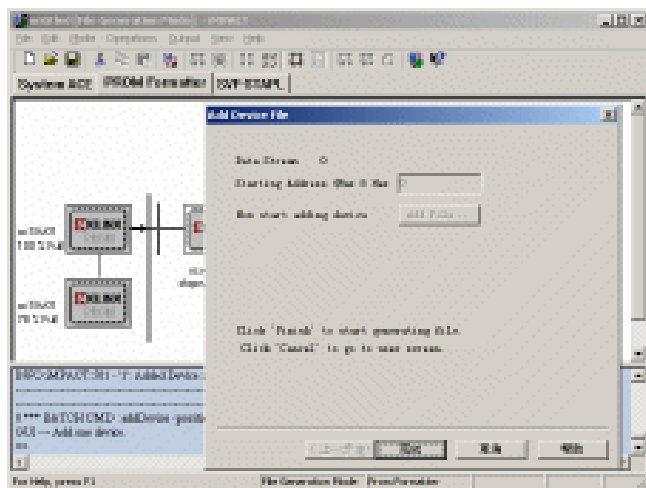

图7-19 显示配置信息
8. 如果边界扫描链中有多个 FPGA/CPLD，可以单击 **是(Y)** 按钮，继续添加 BIT 或 RBT 文件。设计文件添加完成后，单击 **否(N)** 按钮，出现图 7-19 所示的对话框，其中显示了部分配置信息。